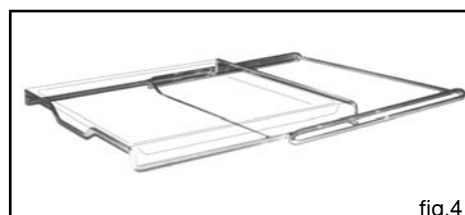

fig.4
• Plat sortant sur système coulissant fig.4